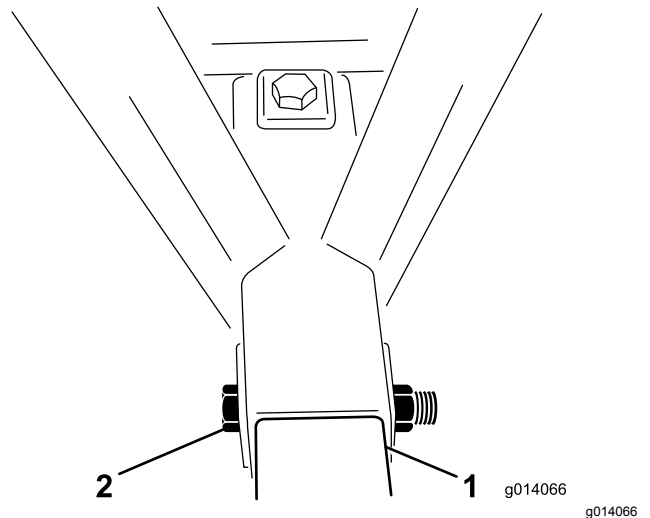

Figura 4
5. Inserite un bullone (1" x 6½") nel telaio e nel tubo dell'attacco di traino e fissatelo con un dado di bloccaggio (Figura 4). Serrate il dado di bloccaggio a una coppia di 976–1.193 N·m.
6. Inserite un bullone (1" x 6½") nella parte superiore del telaio e verso il basso nel tubo dell'attacco di traino e fissatelo con un dado di bloccaggio (Figura 4). Serrate il dado di bloccaggio a una coppia di 976–1.193 N·m.